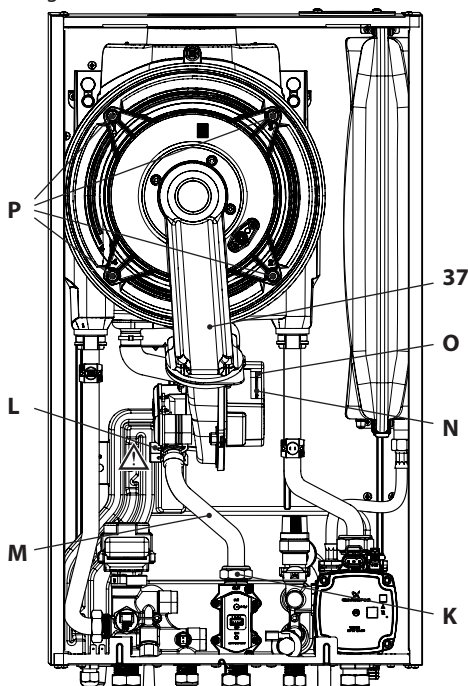

Figura 9.12
Rimozione del gruppo bruciatore ventilatore 37 in Figura 9.12.
- Scollegare il connettore **N** tirandolo verso il basso (Figura 9.12).
- Scollegare il connettore del ventilatore **O** tirandolo verso il basso (Figura 9.12).
- Svitare i dadi **P** e rimuovere il gruppo bruciatore ventilatore 37 (Figura 9.12)